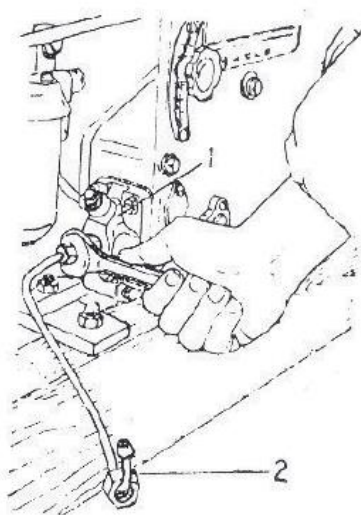

Fig. 11- Virar o tubo de combustível de alta pressão com sua ponta aberta para cima
2. Soltar a porca que conecta o tubo de combustível de alta pressão na bomba de injeção, girar o tubo de modo que o lado aberto do tubo fica para cima, e reapertar a porca conforme mostrado na Fig.11. Depois escorvar a bomba de injeção até o tubo de combustível de alta pressão ficar cheio de combustível.